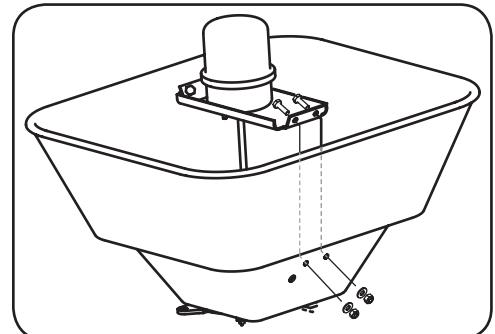

Figura 2-6
1. Sujete la unidad del motor a la parte inferior interna de la tolva; para ello, enrosque cuatro pernos M6 x 20 y establezca la conexión con arandelas planas y tuercas de seguridad M6. Consulte la Figura 2-6.